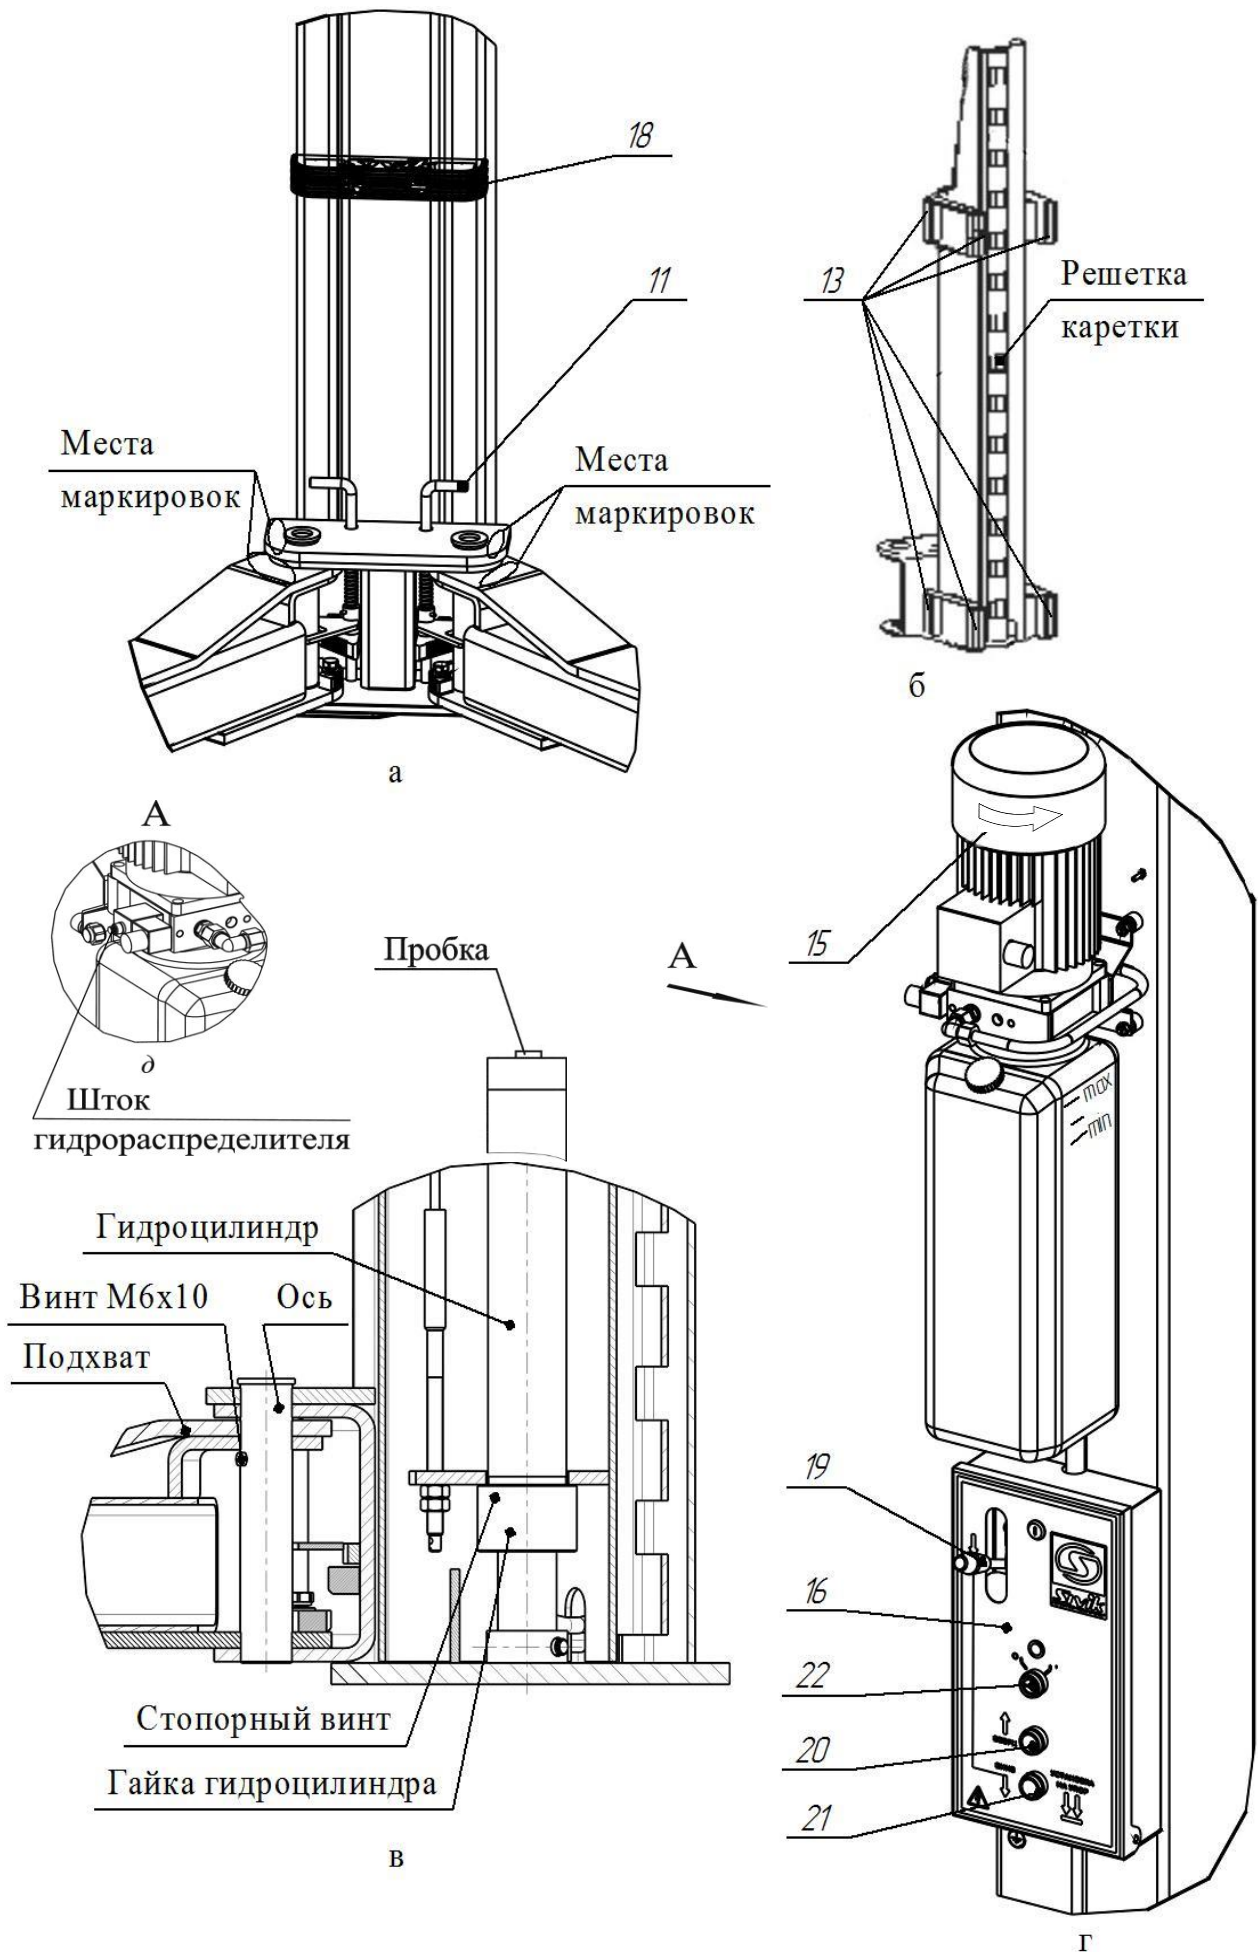

Рисунок 2 – Виды подъёмника
Подъемник (см. рисунок 1) состоит из двух стоек коробчатого сечения - правой 1 и левой 2, соединенных между собой переключателем 3. В стойках размещены каретки 4 с закрепленными на них поворотными телескопическими подхватами 5 и 6 разной длины. На концах подхватов 5, 6 установлены опоры 7, втулки резьбовые 8, втулки 9, 10, фиксируемые болтом М8х16. Подхваты фиксируются стопорными устройствами 11 (см. рисунок 2а), автоматически срабатывающими при подъеме автомобиля. При опускании кареток 4 в крайнее нижнее положение происходит автоматическое расстопорение подхватов 5 и 6. Каретки 4 приводятся в движение гидравлическими цилиндрами, установленными внутри стоек. Подъемник снабжен системой 12 тросовой синхронизации движения кареток 4.
Каждая каретка 4 (см. рисунок 2б) снабжена полиамидными ползунами 13, скользящими по беговым дорожкам стоек 1 и 2. Каретки фиксируются на требуемой высоте стопорами-защелками 14 (см. рисунок 1), закрепленными на стойках 1,2 и входящими в зацепление с решетками на каретках 4.
На правой стойке (см. рисунок 2г) размещена насосная станция 15 с пультом управления 16. Внутри насосной станции 15 находится клапан предохранительный, предотвращающий перегрузку в гидросистеме. Клапан предохранительный настроен на заданное давление и опломбирован.
Для предотвращения повреждения дверей автомобиля (при открывании) на каретки 4 установлены накладки 18, фиксируемые винтами М8х30, шайбами 8Г и шайбами 8 (см. рисунок 1 и рисунок 2а).
Управление подъемником осуществляется рычагом 19 (см. рисунок 2г) и двумя кнопками 20 и 21, установленными в пульте управления 16. Рычагом 19 осуществляется расстопорение кареток 4, а кнопками 20 и 21, подъем (кнопка 20) и опускание (кнопка 21) кареток 4.
ВНИМАНИЕ! Перед сборкой проверить затяжку гаек гидроцилиндров и стопорных винтов (см. рисунок 2в).
Для того чтобы проверить срабатывание упругой тяги 31, необходимо одному человеку прижать рукой защелку 14 к стойке 2, а другому повернуть рычаг 19 (см. рисунок 2г) на себя. Упругая тяга 31 должна вытянуться на полный ход штока 30.
При повороте рычага 19 (см. рисунок 2г) защелки на левой и правой стойки должны срабатывать одновременно. Регулировка проводится выборкой слабины тросика 23 и обжатием петли от вытягивания зажимом 29.
6.9 Открутить пробку бака насосной станции 15 и залить масло (около 12 л) до верхней метки «MAX» (см. рисунок 2г). Уровень масла контролировать визуально. Установить пробку бака на место.
- кратковременным нажатием на кнопку 20 (двигатель должен работать, вращение крыльчатки по стрелке на кожухе эл. двигателя, а из бака должно убывать масло, см. рисунок 2г).
- отвернуть пробки у каждого гидроцилиндра на один оборот (см. рисунок 2в)
6.13 Подхваты 5, 6 установить согласно маркировки как представлена на рисунке 2а и зафиксировать осями к кареткам 4 стоек (см. рисунок 2в). Оси фиксировать винтами М6х10. Допускается разновысотность подхватов до 10 мм. Убедитесь, что подхваты фиксируются стопорными устройствами 11.